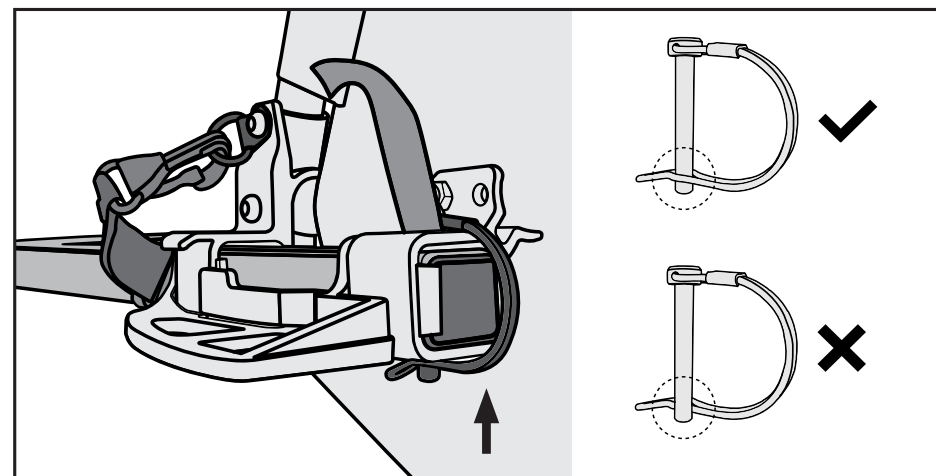

Figure 11
3. Vérifiez que la tige de retenue est bien fermée, comme illustré (Figure 11).